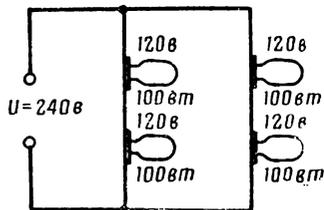

Рис. 50
20. В цепи (рис. 50) включены четыре электрические лампочки на  $120$  в,  $100$  вт каждая. Сопротивление одной лампочки равно: